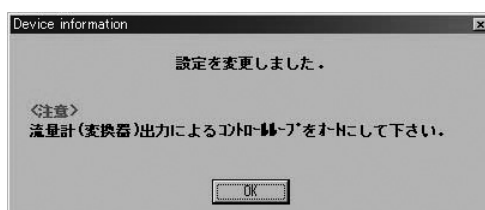

図47
- ⑥ 「OK」をクリックし、入力した設定値が変更されると、図47のようなメッセージボックスが現れますので、「OK」ボタンをクリックすれば設定は終了です。